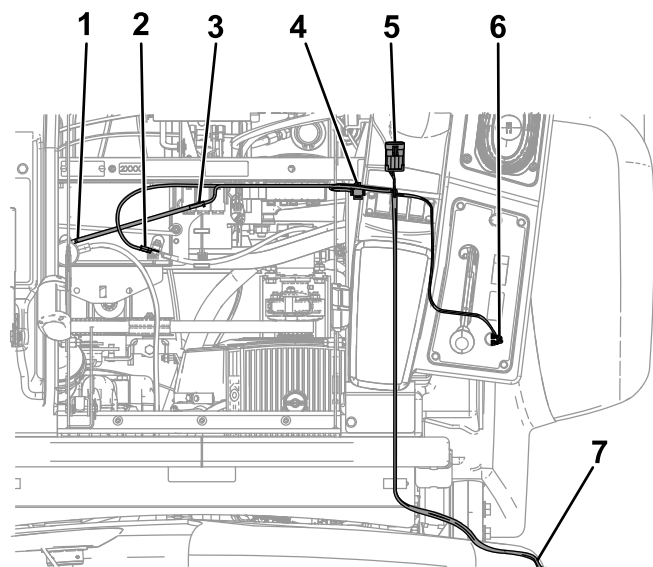

Figura 7
4. Ligue o conector seguinte ao relé de alimentação (Figura 7), e monte o relé no orifício exterior na estrutura próxima dos relés existentes.
5. Ligue o fusível ao fio vermelho ligado ao terminal positivo (+) da bateria (Figura 7).
7. Ligue a extremidade mais distante da cablagem à ligação à terra do bloco (Figura 7).
1. Ligue os dois conectores da cablagem ao conector de duas lâminas no interruptor (Figura 7).